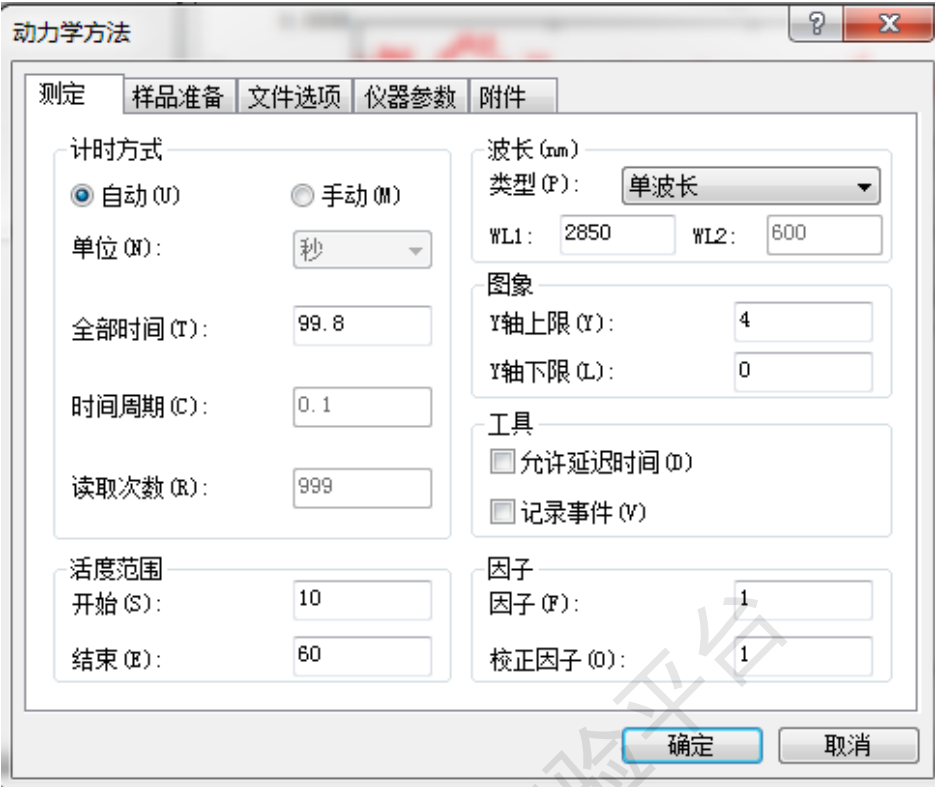

图 6-9 动力学方法测试方法页面
- (1) 点击菜单栏的【动力学】图标，可切换到动力学模块。在工具栏中单击【方法】，如图 6-9，在【计时方式】选择【手动】，则【时间周期】和【读取次数】被激活，可设置每隔多少时间采取一个信号，每个信号读取多少次。点击【自动】时间模式，【全部时间】将被激活，通过对【全部时间】的设置，时间周期和读取次数将自动生成。在波长【类型】框选【单波长】，则 UVProbe 只读取一个波长数值。